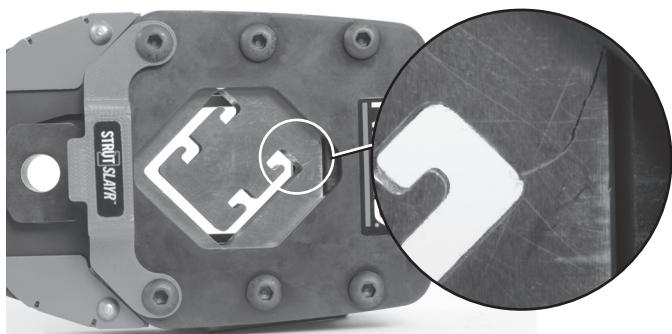

Figura 2A – Ejemplo de una terraja agrietada
- Las terrajas no están deportilladas ni agrietadas (vea la Figura 2A).